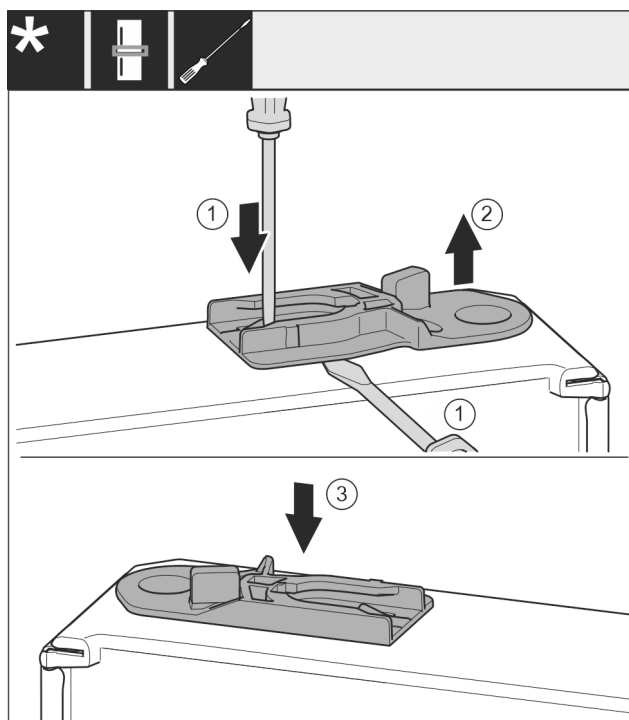

Fig. 38
- Sortir la douille de guidage : Pousser la languette avec un tournevis plat et la faire passer simultanément sous la douille de guidage avec un tournevis plat. Fig. 38 (1, 2)
- Pousser la douille de guidage fournie à la livraison de l'autre côté du logement. Fig. 38 (3)